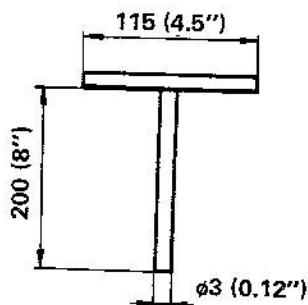

Fig. 8
2. Tillverka ett T-verktyg enl. fig. 8.
2. Make a T-tool acc. to Fig. 8